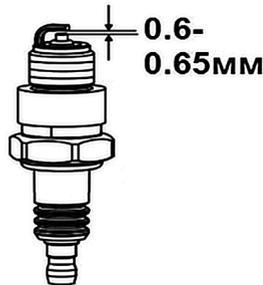

Рис. 13 Обслуживание свечи зажигания
4. Измерьте зазор между электродами свечи зажигания специальным щупом. Зазор должен быть 0,6-0,65 мм (Рис.13). При увеличении или уменьшении требуемого зазора рекомендуется заменить свечу, так как регулировка зазора может привести к изменению качества искрообразования.